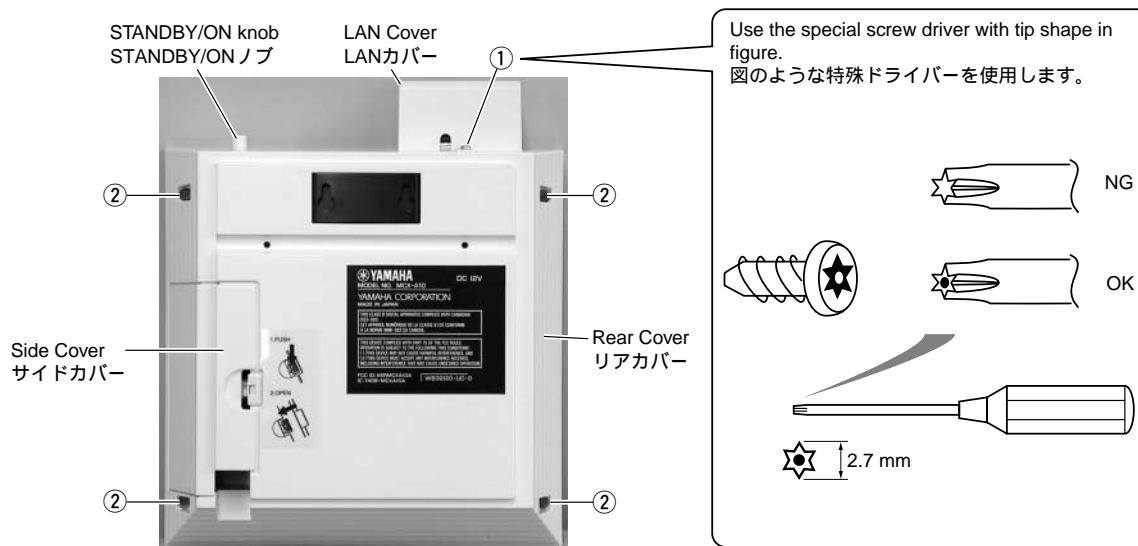

Fig. 1
- b. Remove the Side Cover. (Fig. 1)
- c. Using the special screw driver, remove 1 screw marked [①] and then remove the LAN Cover. (Fig. 1)
- e. Remove 4 screws marked [②]. (Fig. 1)
- b) サイドカバーを外します。(Fig. 1)
- c) 特殊ドライバーを使って①のネジ1本を外し、LANカバーを外します。(Fig. 1)
- e) ②のネジ4本を外します。(Fig. 1)